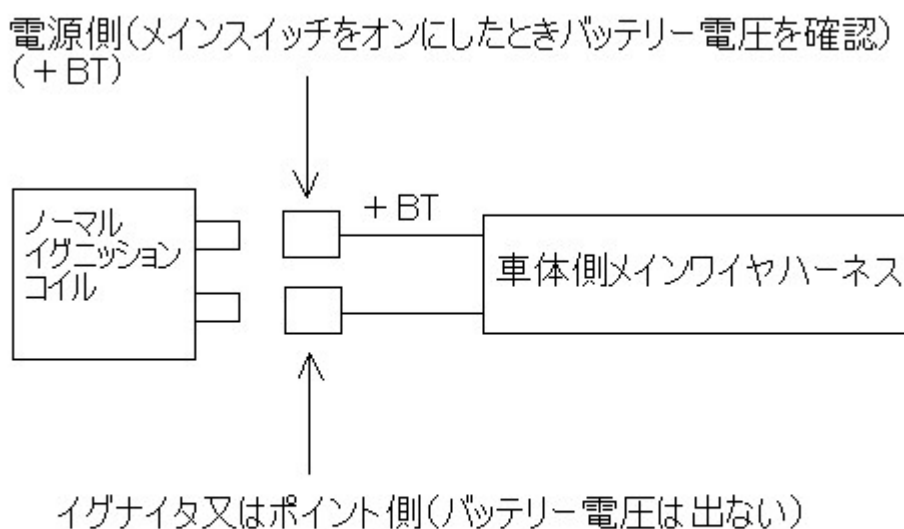

図1 電源側の確認
- ① ノーマルイグニッションコイルを取り外して下さい。取り外した後、車体側の配線端子で電源側、イグナイタ側をテスターで確認して下さい(図1参照)
- ② SP2 パワーコイルとプラグコードを7、8ページ「プラグコードコネクタ装着方法」に従って接続して下さい。コードノキャップは、高電圧によるリーク防止の為、新品又は同様品を使用して下さい。
- ③ SP2 パワーアンプの位置を設定し両面接着シートで固定して下さい。アンプは熱を発生しますので風通しに十分注意してください。